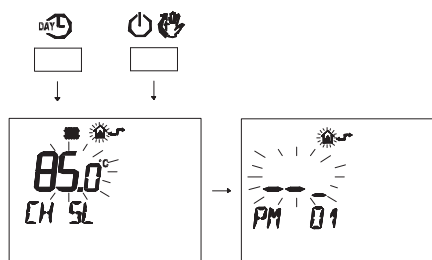

Figura 5.48
- Premere contemporaneamente i pulsanti  e  per entrare nella programmazione trasparente (Figura 5.48).